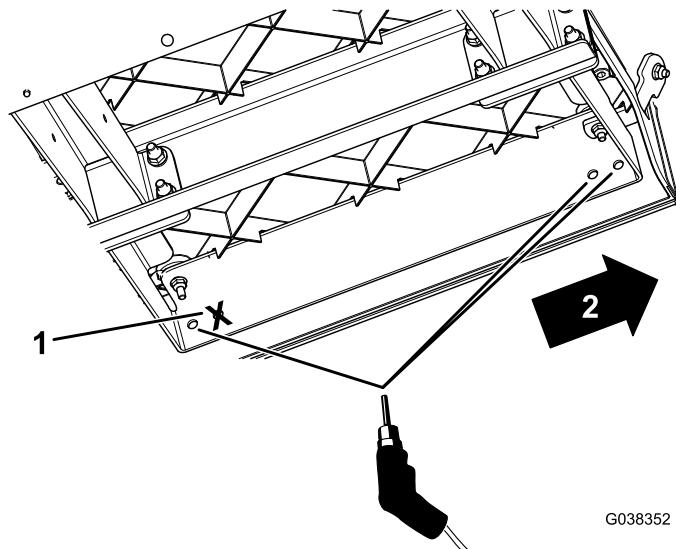

Figura 6
8. Utilizando os novos suportes da placa do piso como guia, faça três furos (9,5 mm de diâmetro) em cada placa do piso (Figura 6).
Importante: Faça apenas os dois furos frontais nos novos suportes da placa do piso e o furo traseiro mais afastado, como se mostra na Figura 6.